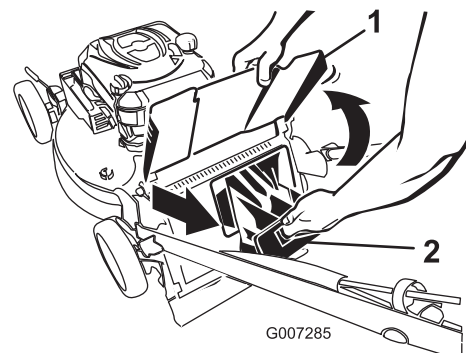

Bild 23
2. Heben Sie das Heckauswurfablenkblech an und halten es hoch (Bild 23).
3. Ziehen Sie die Heckauswurfklappe ab (Bild 23).
4. Setzen Sie die Heckauswurfklappe ein (Bild 23).